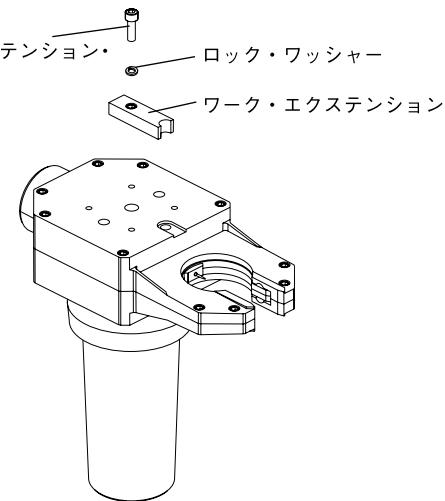

図27：ワーク・エクステンションを取り外す
- ワーク・エクステンション・ネジ、ロック・ワッシャー、ワーク・エクステンションを取り外します。ワーク・エクステンションにピット、磨耗、損傷が生じていないか検査します。図27をご参照ください。